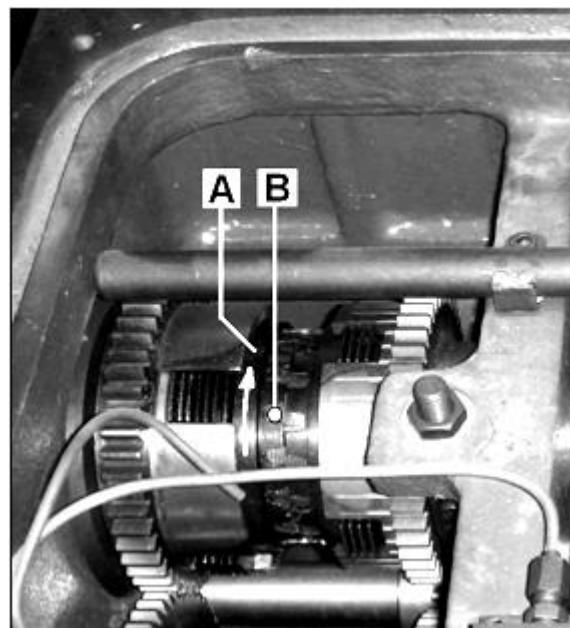

Fig 15
- A l'aide d'un tournevis, appuyer sur le boulon d'arrêt (B, Fig 15, Fig 16) du coupleur à régler...le boulon d'arrêt est muni d'un ressort.
- Faire tourner l'anneau de réglage (A) d'un cran.